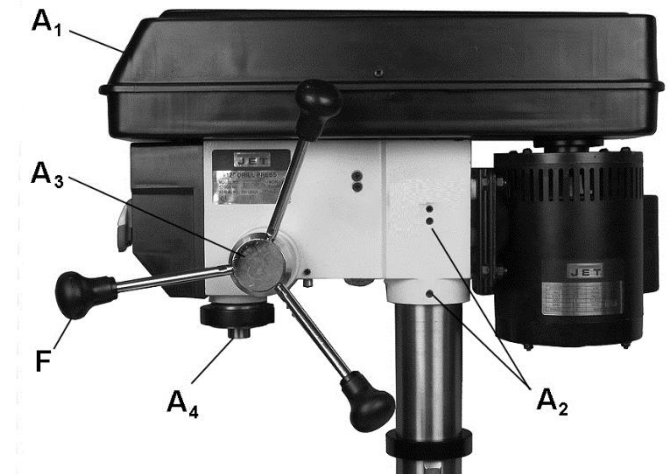

Рис. 7
1. Воспользовавшись помощью, осторожно наденьте сверлильную бабку на колонну (Рис. 7).
3. Плотно затяните два установочных винта (А₂, Рис. 7) с помощью 5 мм гаечного ключа.
См. Рис. 7 и 8:
Установите оставшуюся рукоятку (F, Рис. 7) на регулятор частоты вращения с противоположной стороны сверлильной бабки.
1. Отрегулируйте положение стола так, чтобы он располагался примерно на 180 мм ниже шпинделя (А₄, Рис. 7) и зафиксируйте его.